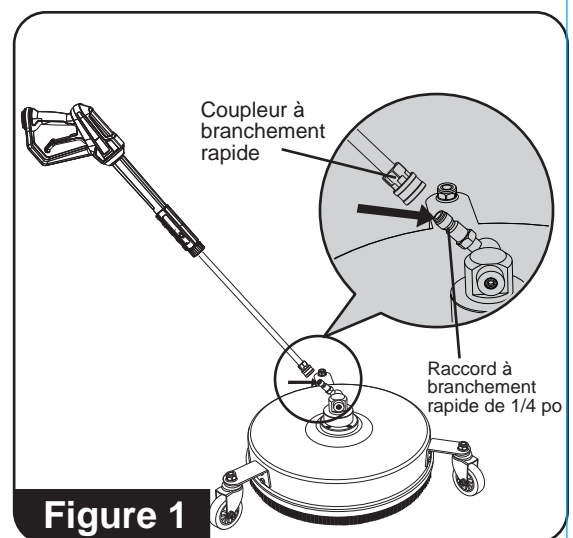

Figure 1
2. Fixez le raccord à branchement rapide de 1/4 po à l'extrémité de la lance de laveuse à pression (**consultez la figure 1**).